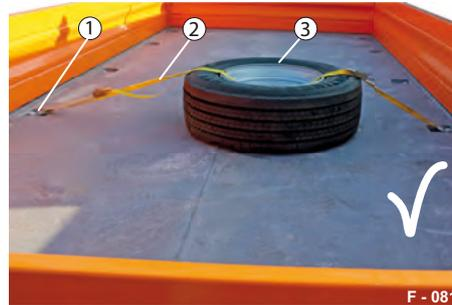

Abb. 84 Beispiel: Reserverad, gesichert
► Reserverad (Abb. 84/3) auf der Ladefläche mit geeigneten Zurrmitteln (Abb. 84/2) an den Zurrpunkten (Abb. 84/1) verzurren.